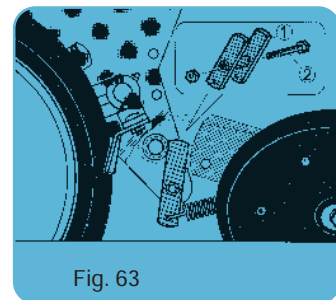

Fig. 63
(Au minimum il faut 1 entretoise en H (1) (fig. 63), réf. 7262a, 1 vis H M 10 x 120, 1 écrou H M 10).
Après avoir enlevé la roue de plombage et son cadre, remettre en place les 2 ressorts, du bloc arrière avec l'entretoise en H (1) (fig. 63), montée avec la vis H M 10 x 120 plus l'écrou H M 10.
(a minimum of 1 H spacer (1) (fig. 63) ref 7262a, 1 HM 10 x 120 screw, 1 HM 10 nut). After having removed the press wheel and its frame, put back in place the 2 springs, the rear unit with the H spacer (1) (fig. 63), assembled with the HM 10 x 120 and the HM 10 nut.
(Como mínimo hace falta 1 traviesa en H (1) (fig. 63), réf. 7262a, 1 tornillo H M 10 x 120, 1 tuerca H M 10).
Después de habaer quitado la rueda aplomadora y su marco, colocar en su lugar los 2 muelles del bloc trasero con la traviesa en H (1) (fig. 63), montado con el tornillo H M 10 x 120 mas la tuerca H M 10.